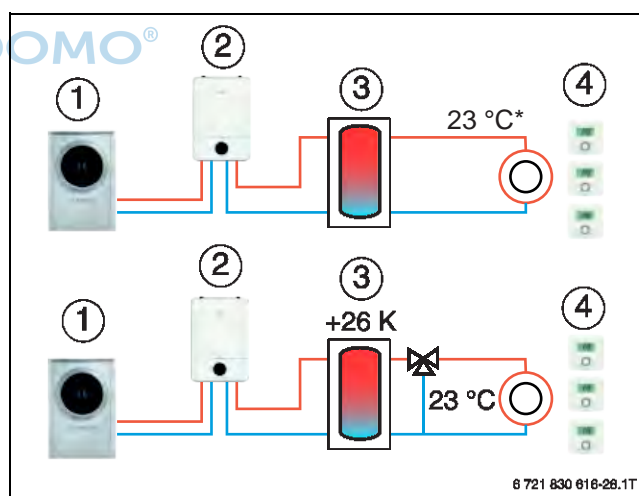

Bild 135 Thermische Speicherung über die Gebäudehülle
- Thermische Speicherung über die Gebäudehülle (→ Bild 135):